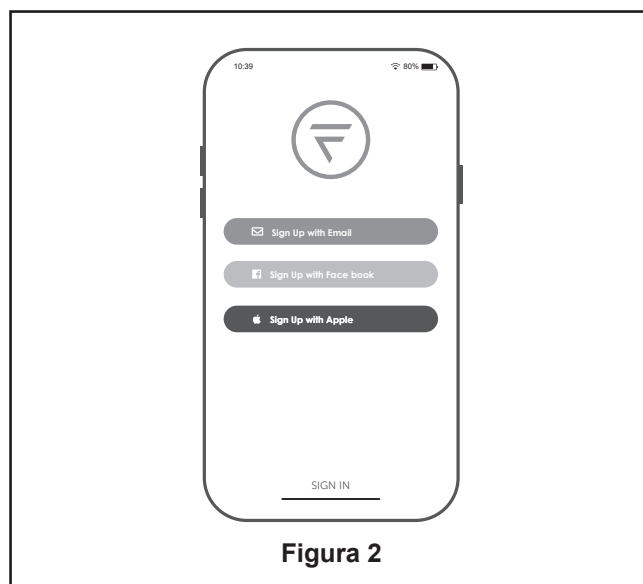

Figura 2
- ☐ 2. Cree su cuenta utilizando una de las tres opciones enumeradas. (Figura 2)